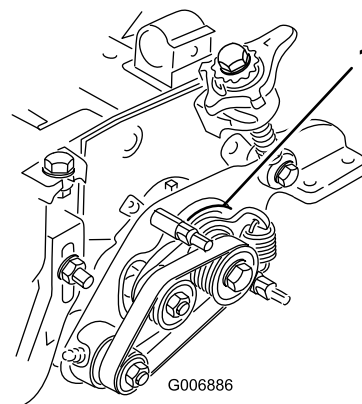

図 28
5. メイン・ドライブのブッシュ (図 28) が駆動ハブの周囲を自由に回転できることを確認する。